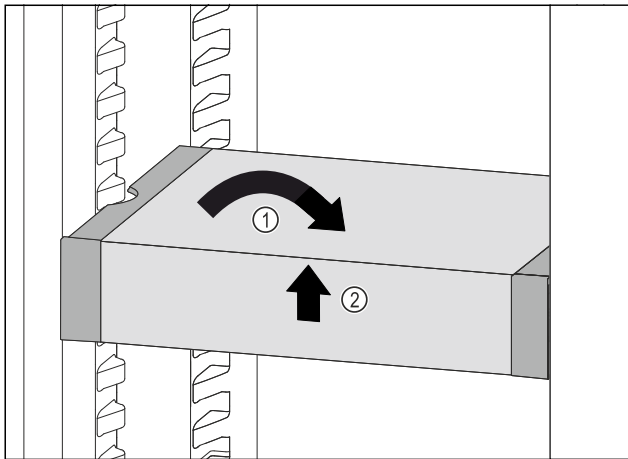

Fig. 177
- ▶ 将 VarioSafe 放平。Fig. 177 (1)
- ▶ 抬起 VarioSafe 前部。Fig. 177 (2)